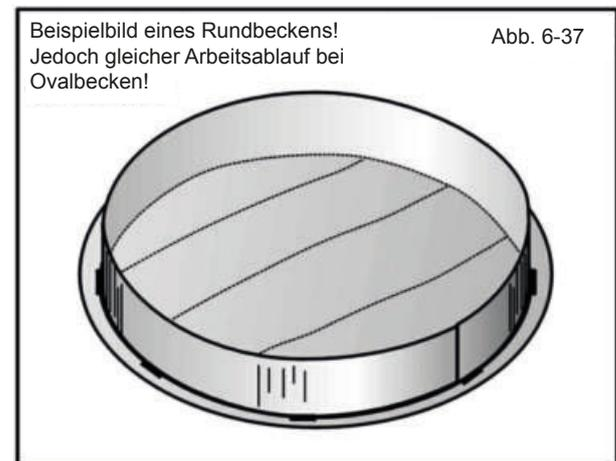

Abb. 6-37
- e) Jetzt legen Sie das im Becken-Komplett-Set enthaltene Unterlegvlies aus. Dieses muss noch zugeschnitten werden, da die Bahnen des Vlieses nur 2 m breit sind (Abb. 6-37). Das Vlies wird zum Schutz der Poolfolie verwendet. Legen Sie das Unterlegvlies so aus, dass es die Eckfüllung komplett überdeckt und kleben Sie das Vlies mit einem Stück Klebeband an der Stahlwand fest. Auch die Bahnen untereinander sollten entlang der Fuge fixiert werden. Ist eine Beton-Bodenplatte vorhanden genügt hier auch eine punktuelle Fixierung bspw. mit Sprühkleber.